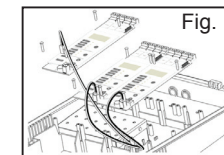

Fig. 1
2. Smontare tutti i moduli di CO del sistema di monossido, estraendo le 4 viti per modulo e il connettore collegato al JP14. (Fig. 1)